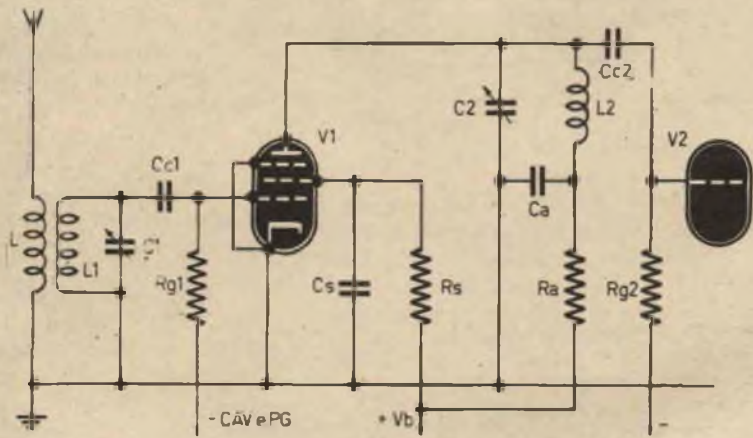

Fig. 1
Lo schema fondamentale su cui ci basiamo è quello di fig. 1, in cui V_1 è il primo o l'unico stadio RF e V_2 è il tubo che lo segue, che può essere un 2° stadio RF o direttamente il convertitore.
In fig. 1 si è supposto che la tensione base di griglia (PG) sia applicata, insieme alla tensione CAV, da una sorgente esterna; in caso si voglia ricorrere all'autopolarizzazione, la resistenza ed il condensatore di catodo si calcoleranno con le formule più volte date nei precedenti articoli.
L'amplificazione a risonanza, ossia quando il circuito anodico è sintonizzato sulla frequenza del segnale applicato in griglia, del circuito di fig. 1 è data dalla relazione: